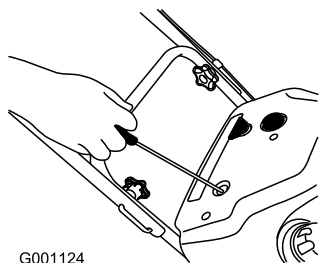

Bild 17
4. Ziehen Sie den Rücklaufstarter (Bild 17).